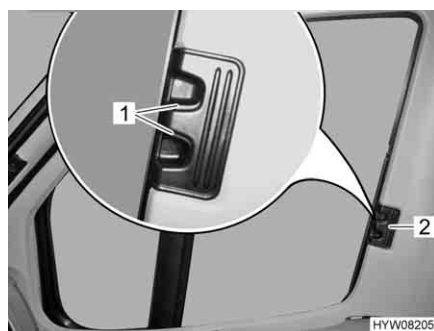

Fig. 31 Tendina oscurante pieghevole per il finestrino del conducente/passeggero
- Comprimere le levette di bloccaggio (Fig. 31,1) e mantenerle in questa posizione.
- Con la levetta (Fig. 31,2) tirare le tendine oscuranti pieghevoli per il finestrino del guidatore e del passeggero verso l'altro lato della finestra e congiungerle alle strisce magnetiche.
- Inserire fino all'arresto le tendine oscuranti pieghevoli per il finestrino del guidatore e del passeggero per la maniglia (Fig. 31,2).
- Rilasciare le levette di bloccaggio (Fig. 31,1) e mantenerle innestate.